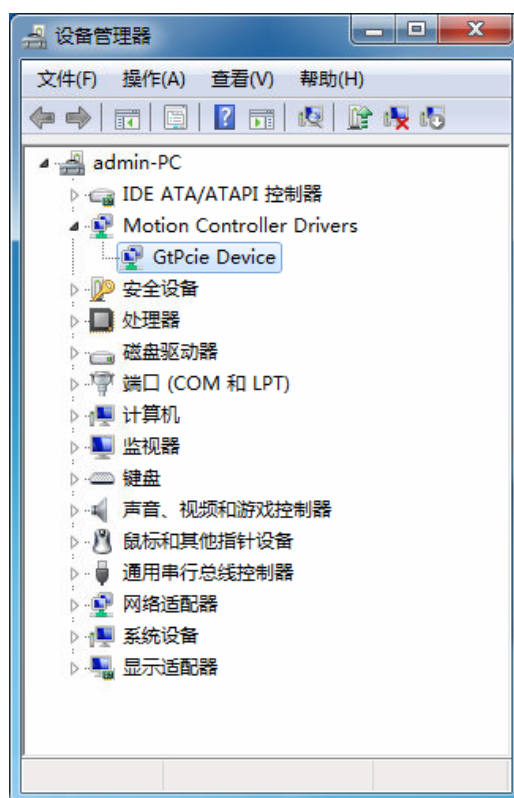

图 2-7 控制器驱动程序成功安装界面
(7) 安装成功后，打开设备管理器，可以看到驱动已经安装成功，如图 2-7 所示。
- (9) 直至显示图 2-7 所示驱动成功安装界面，方可进行下一步。
| 图 2-7 控制器驱动程序成功安装界面 | 13 |